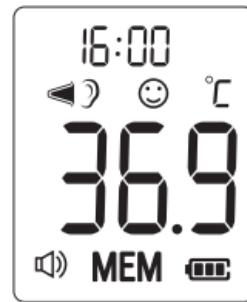

Abbildung 12
2. Das Thermometer speichert automatisch die letzten 30 Temperaturmesswerte. In jedem Datensatz werden auch Datum, Uhrzeit und Modus des Messergebnisses gespeichert. Jedes Mal, wenn die -Taste gedrückt wird, zeigt das Display die früheren Messwerte an, die einer Zahl von 1-30 entsprechen. Die Zahl 1 steht für den letzten Messwert, während die Zahl 30 den ältesten gespeicherten Messwert anzeigt (siehe Abbildung 12).